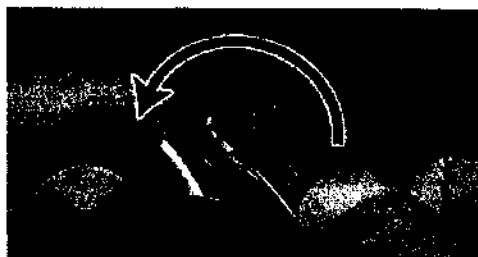

Рис.9
*Если при высоком вращающем моменте используется бор с режущей частью большого диаметра, стволовая часть может вращаться в ограниченном направлении, а бор может намертво застрять. В таком случае, согласуйте положение носового отверстия и ключа шпинделя (плоской части) и при помощи L-образного ключа почините шпиндель. Откройте кольцо и поверните стволовую часть против часовой стрелки при помощи рычажного ключа, чтобы ее извлечь (Рис.9)